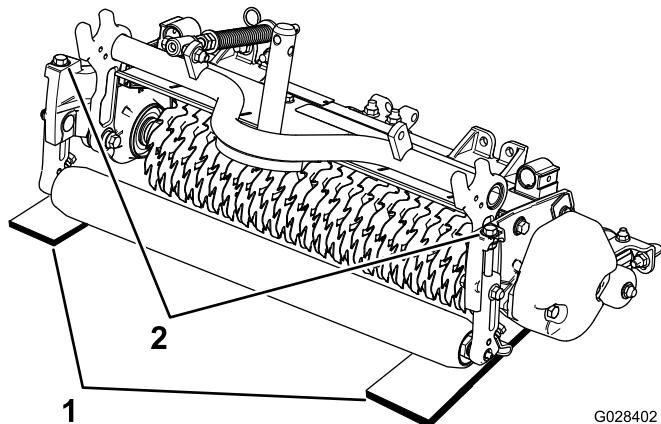

Bild 9
2. Legen Sie zwei Messlehren mit der gewünschten Bodeneindringung des Messers unter die Front- und Heckrolle der Vertikutierspindel an jedem Ende der Spindel (**Bild 9**).
- Drehen Sie die Einstellschraube an jeder Schnithöhenhalterung (Bild 9) so ein, dass die Messerspindeln an beiden Enden die flache Oberfläche berühren.